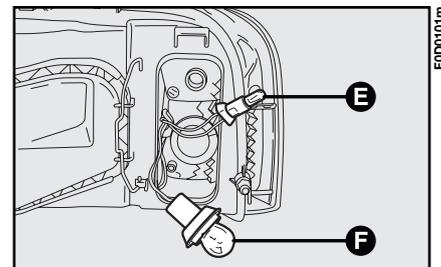

fig. 17
4) saque la lámpara **E**-fig. 17;
- 4) quite la lámpara **F-fig. 17** empujándola ligeramente y girándola hacia la izquierda;